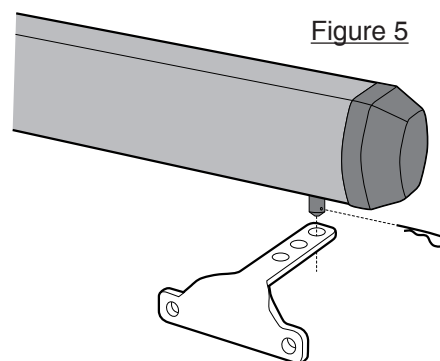

Figure 5
- Introduire le goujon inférieur de l'opérateur (Figure 5) (préalablement enduit de graisse) dans le trou de la fixation qui devra être fixée au portail
- Insérer la goupille pour bloquer les pièces (figure 5).